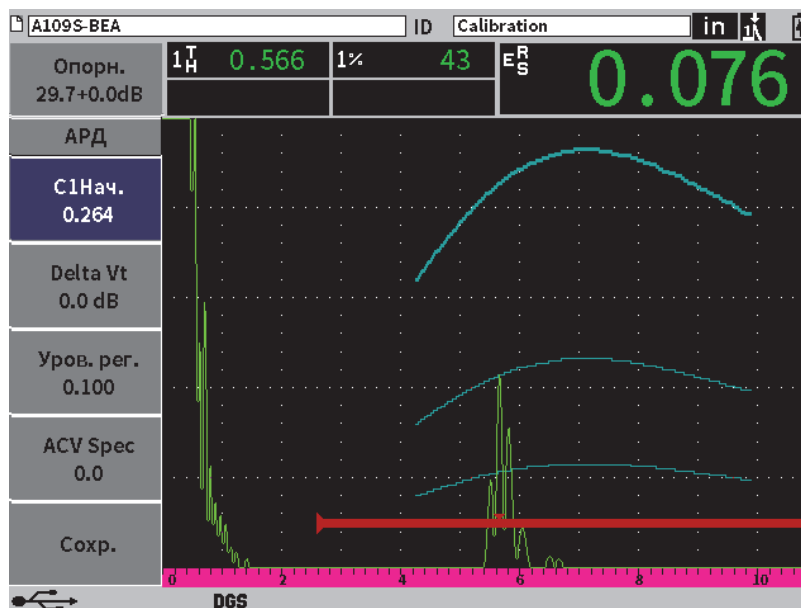

Рис. 11-21 APД-диаграммы на экране прибора
После регистрации опорного эхо-сигнала, EPOCH 6LT автоматически рассчитывает АРД-диаграммы и отображает их на экране на пороговом уровне регистрации (см. Рис. 11-21 на стр 203).
1. В подменю АД нажмите клавишу Tab, чтобы выбрать **Delta VT** (см. Рис. 11-21 на стр 203).